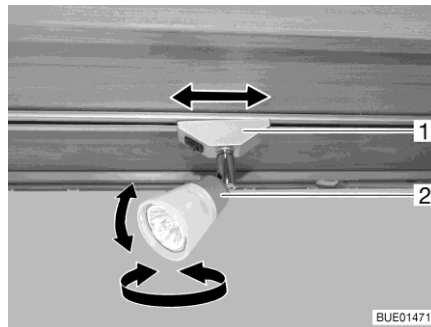
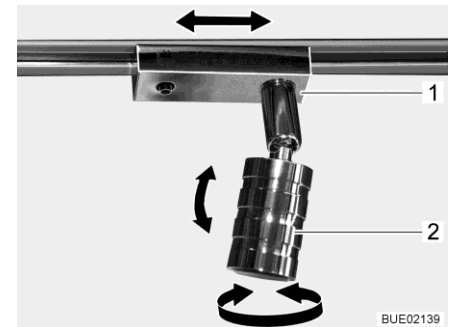

Fig. 82 Faretto
Fig. 83 Faretto (alternativa)
- Afferrare l'involucro (Fig. 82,2 o Fig. 83,2) e girarlo.
- Afferrare lo zoccolo (Fig. 82,1 o Fig. 83,1) e ruotarlo di circa 45°.
- Afferrare lo zoccolo (Fig. 82,1 o Fig. 83,1) e ruotarlo di 90°.